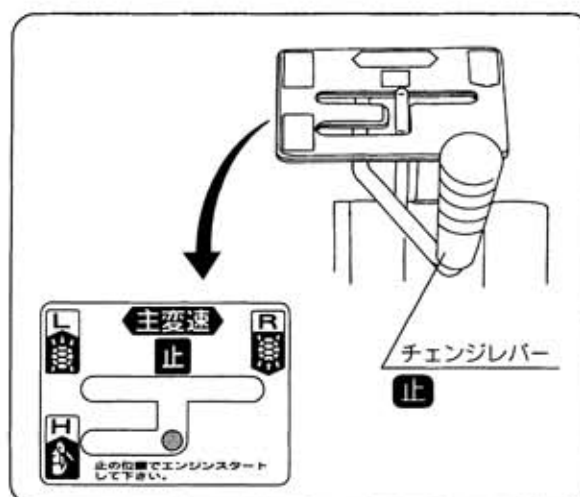

図4
- ① チェンジレバーが「止」位置になっているかを確認してください。(図4)